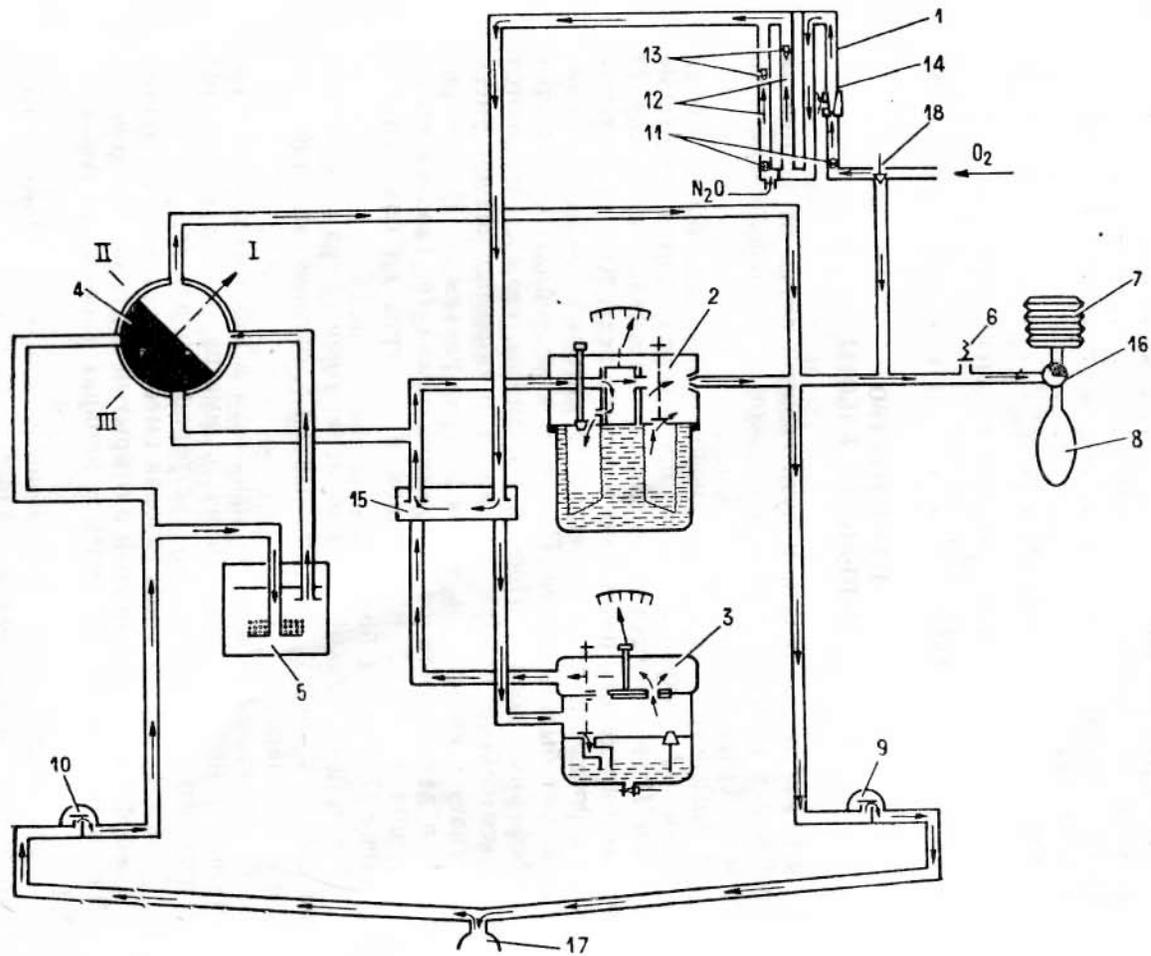

Рис. 1. Схема работы аппарата:
4.1. Работу аппарата и путь газовой смеси от источника снабжения аппарата газом к больному можно проследить по схеме работы аппарата (рис. 1).